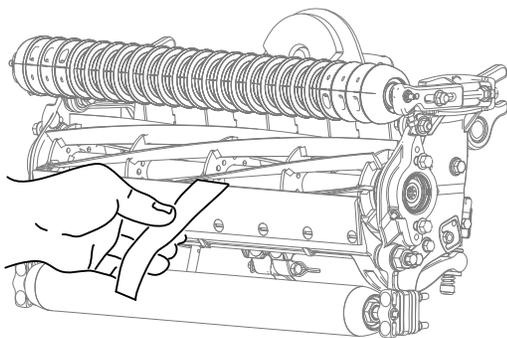

Figura 14
12. Teste o desempenho de corte inserindo uma tira comprida de papel desempenho de corte Toro entre o cilindro e a lâmina de corte, perpendicular à lâmina de corte (Figura 14).